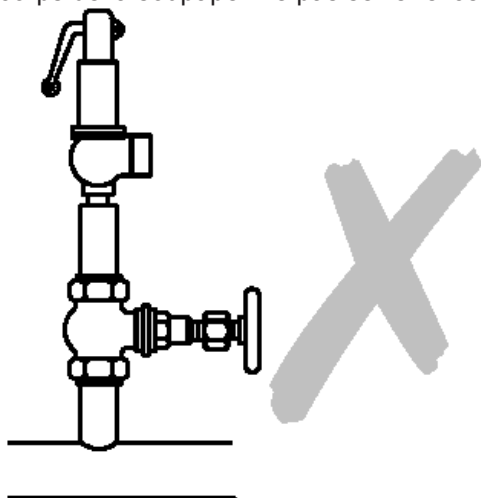

Fig. 4
- 6.3 Il est interdit d'isoler la soupape, c'est-à-dire, que la soupape ne doit pas avoir de robinet d'isolement (Fig. 4).